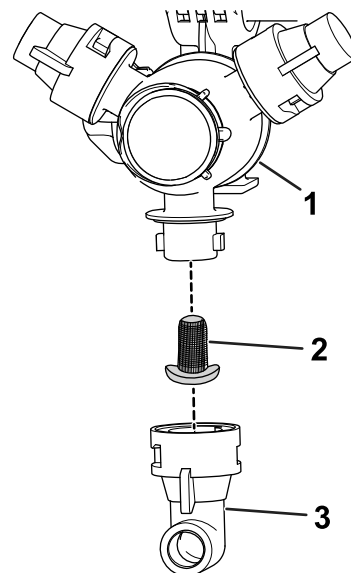

Рисунок 80
2. Снимите сопло с поворотной распылительной головки (Рисунок 80).
3. Снимите фильтр сопла (Рисунок 80).
5. Установите фильтр сопла (Рисунок 80).
6. Установите сопло на поворотную распылительную головку (Рисунок 80).